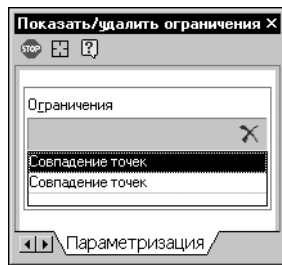

Рис. 62.4. Связи и ограничения отрезка
4. Проверьте поведение построенной ломаной, перемещая отрезки или их характерные точки. Просмотрите связи и ограничения любого отрезка, например 2–3. (рис. 62.4).